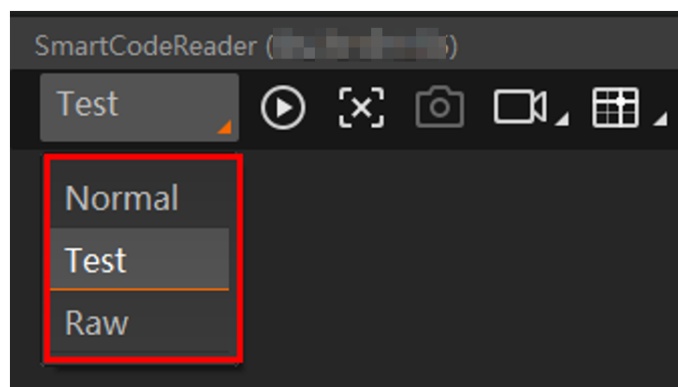

图7-5 调节运行模式
- 设备可通过“预览窗口”区域左上角，选择运行模式为 Test，如图 7-5 所示。